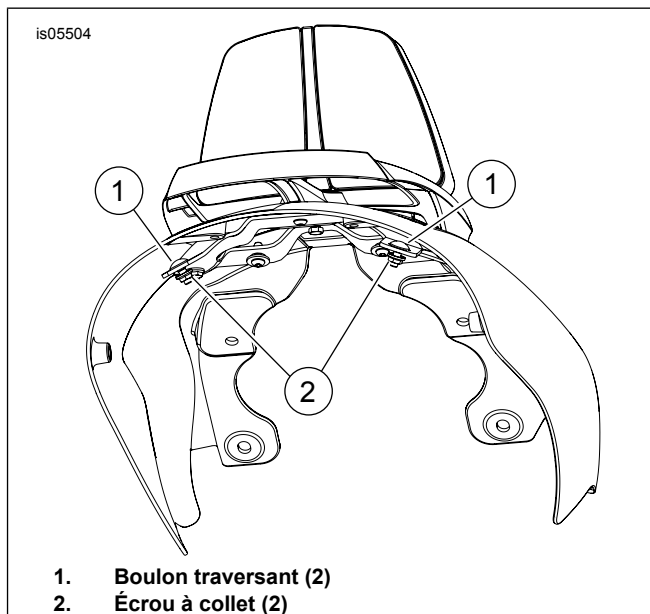

Figure 4. Installer les boulons traversants
3. Voir Figure 4. Installer les boulons traversants (1) dans les fentes de l'attache de support et le cadre. Installer les écrous à collet (2) et serrer à la main.